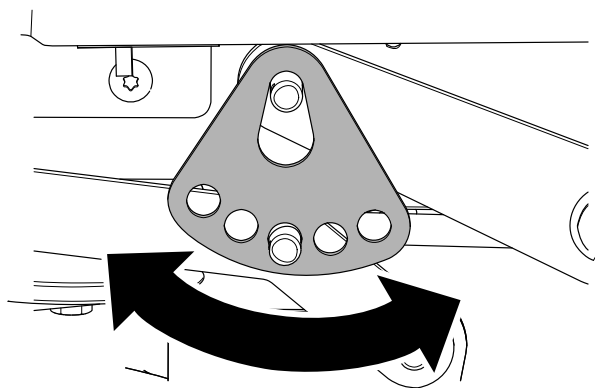

Figuur 71
6. Verwijder de R-pen en de ring van de onderste pen van de hefarm (Figuur 71).